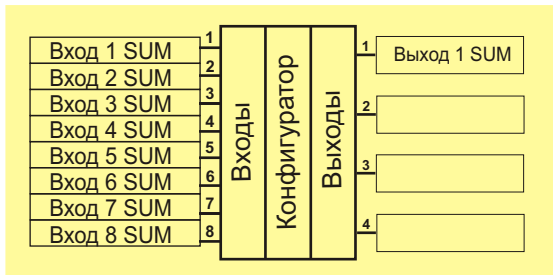

Рис. 41. Блок “Суммирование”, тип “8 SUM”
- **одноэлементным** (тип 8 SUM). В этом случае элемент состоит из 8-ми входов и 1-го выхода (используется 1-й выход блока). При этом, перед операцией суммирования, входные значения могут быть умножены на соответствующие коэффициенты *k*, а после суммирования, *k* полученному значению прибавляется константа Смещение. (Рис. 41);